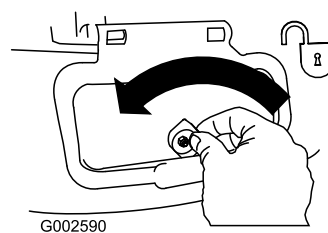

Figura 30
1. Desbloquee la puerta de descarga lateral (**Figura 30**).